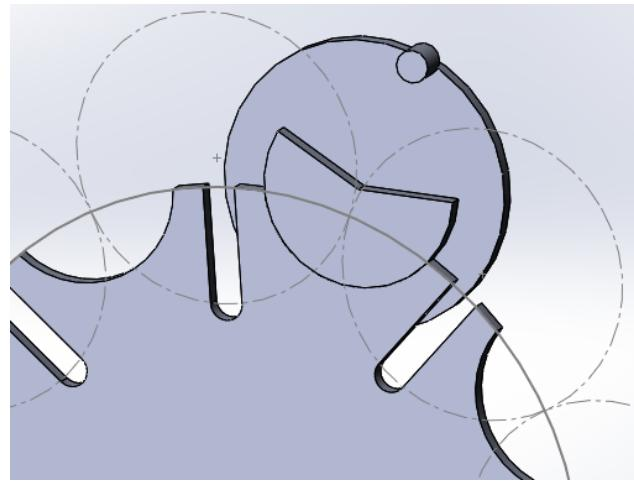

Рис. 6.11. Приблизна орієнтація деталей
2.3. За допомогою команди **Обернати компонент** поверніть приблизно деталь «Поводок» у положення згідно рис. 6.11.
2.8. За допомогою команди **Обертати компонент** поверніть приблизно деталь «Поводок» у положення по аналогії з рис. 6.11.